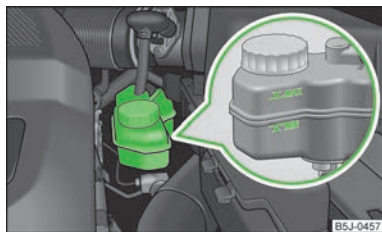

Fig. 121
- > Verificați nivelul lichidului de frână pe recipientul acestuia » fig. 121. Nivelul trebuie să se găsească între marcajele „MIN” și „MAX”.